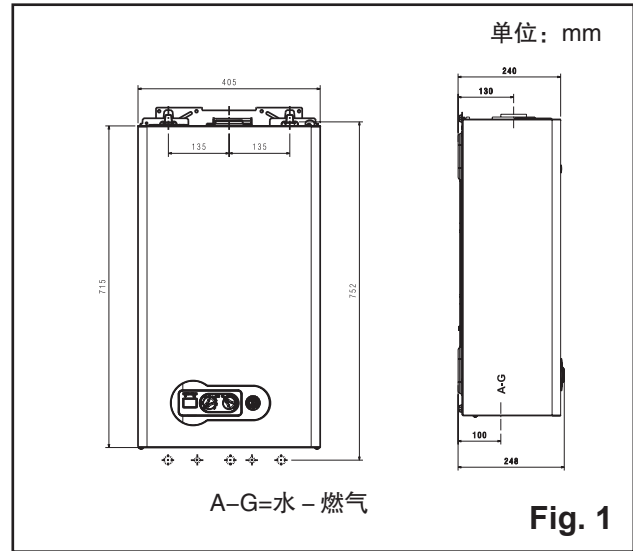
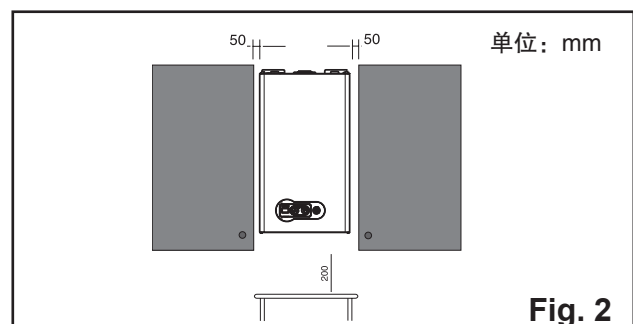

Fig. 1
Fig. 2
## 2. 锅炉安装 ( fig.1-fig.2 )
- 至少为锅炉预留最小的防火与维护空间(fig.2)。